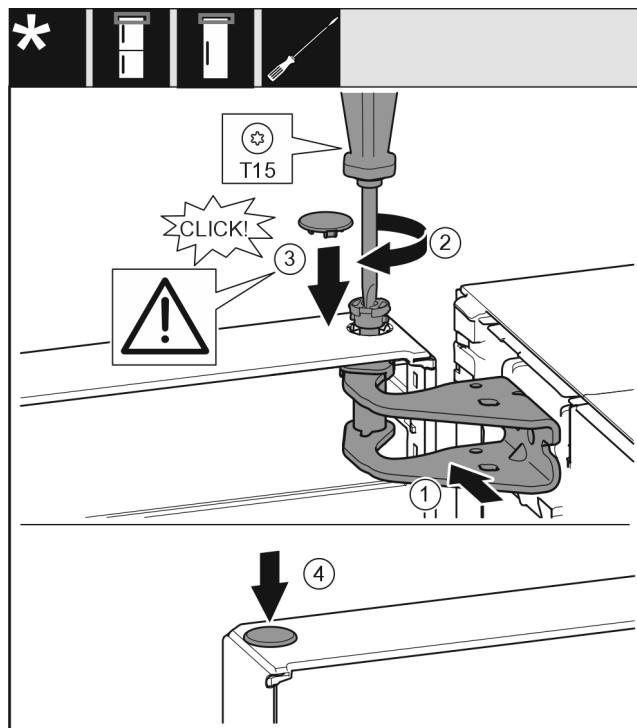

Fig. 21
- ▶ Dveře nahoře vyrovnejte s otvorem ve stojanu ložiska. Fig. 21 (1)
- ▶ Vložte čep a pevně jej utáhněte šroubovákem T15. Fig. 21 (2)
- ▶ K zajištění dveří namontujte bezpečnostní kryt: Bezpečnostní kryt nasadte a zkontrolujte, zda přiléhá na dveře. V opačném případě čep zcela zasuňte. Fig. 21 (3)
- ▶ Vložte zátku. Fig. 21 (4)